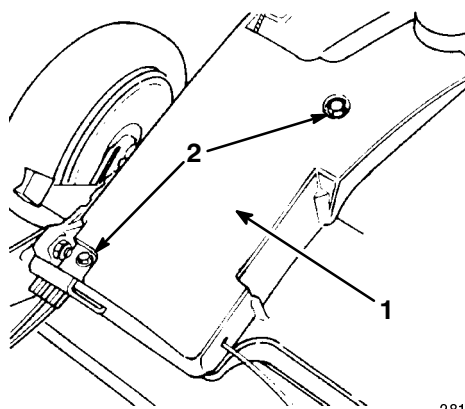

Figure 29
3. Retirer les boulons de fixation du carter de courroie au carter de tondeuse (Fig. 29).